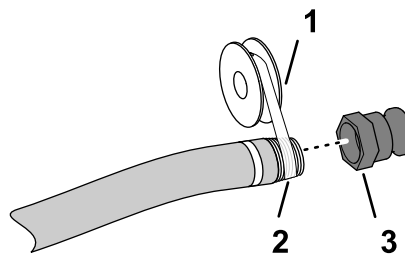

Figura 4
5. Aplique sellador de tuercas de PTFE (Figura 4) a las tuercas del acoplamiento de la manguera de llenado (rosca americana cónica para tubos de 1").
6. Enrosque el acoplamiento rápido en la manguera de llenado y apriételo a mano (Figura 4).